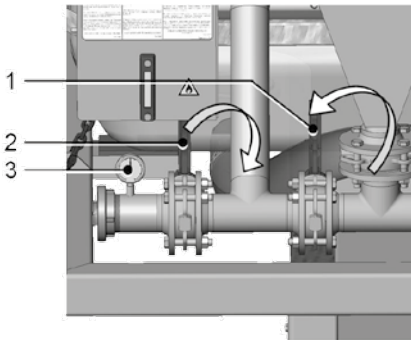

Abb. 30 Förderung der Bohrspülung zum Bohrgerät beginnen
1. Wenn das Bentonit ausreichend gequollen ist: Absperrklappe an der Auslassöffnung (Abb. 30, 1) langsam öffnen (in waagerechte Position drehen). Die Bohrspülung wird nun zum Bohrgerät gefördert.
2. Absperrklappe (2) links neben der Mischdüse schließen (in senkrechte Position drehen). Der Rücklauf in den Tank wird unterbrochen.
3. Manometer (3) beobachten. Abgabedruck mit dem Drehzahlregler am Motor so einstellen, dass ein konstanter Druck von ca. 2 bar herrscht.